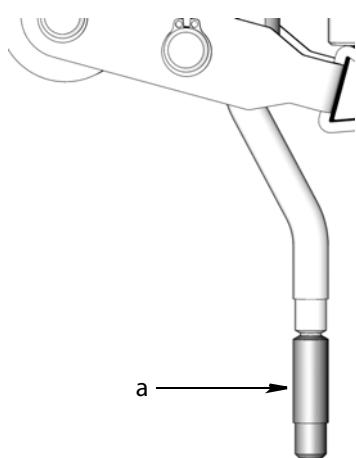

Рис. 2
- a. Проверьте длину трубы всасывания. Если она слишком длинная и не помещается в резервуар, отломите нижнюю часть трубы (a) (Рис. 2) с помощью плоскогубцев.